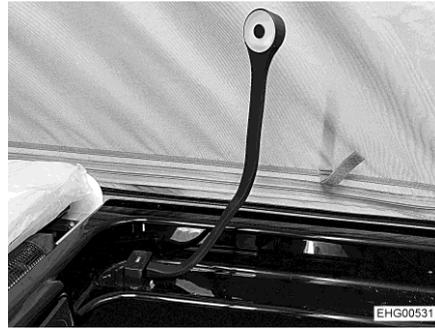
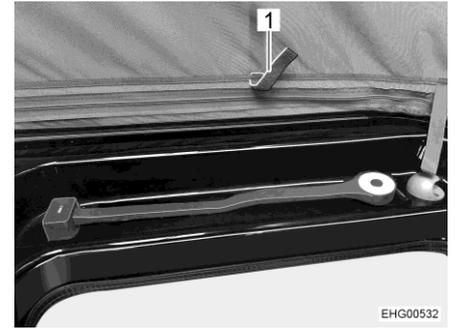

Fig. 60 Lampada a collo di cigno, posizione d'uso
Fig. 61 Lampada a collo di cigno, posizione di trasporto
- Riportare la lampada a collo di cigno dalla posizione d'uso (Fig. 60) alla posizione di trasporto (Fig. 61).
- Tirare verso l'interno il tessuto della tenda agendo sui passanti appositamente previsti (Fig. 61,1).